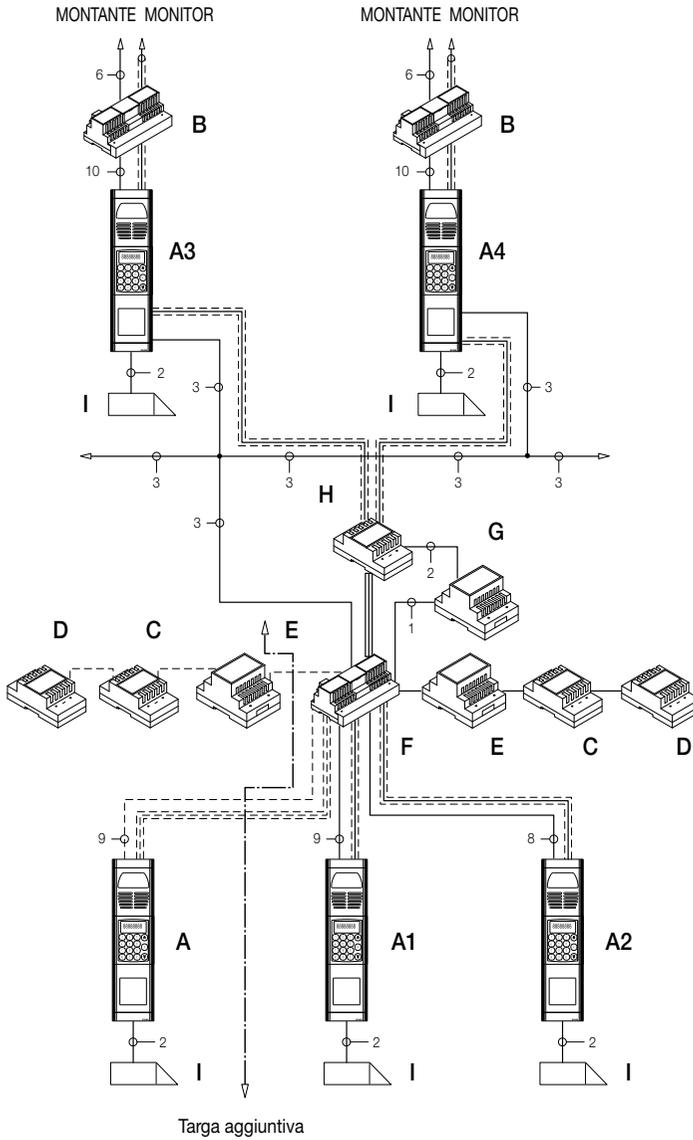

Figura 3.3 - Posto esterno multiplo e Targhe piè scala.
Negli schemi unifilari di figura 3.3 si nota la presenza di un singolo alimentatore da montante (B) negli impianti che utilizzano il singolo posto esterno (A), mentre nel caso in cui coesistano più sorgenti esterne di segnale audio-video (posti esterni con telecamera e fonia) è necessario inserire ulteriori moduli supplementari:
- relè di commutazione video (D);
- alimentatori supplementari (F);
- distributori video (H)